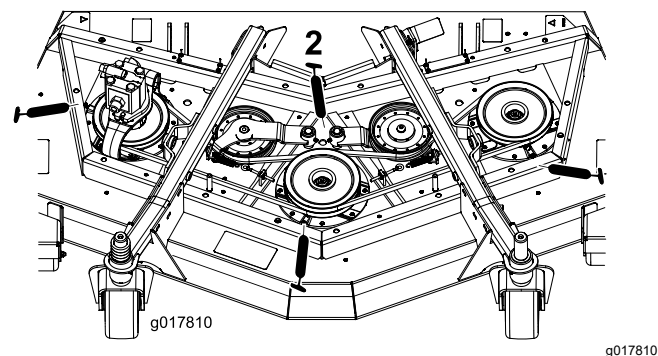

Figura 42
- 3 cuscinetti dell'asse del fusello – posizionati sotto la puleggia (Figura 42)
- 2 boccole orientabili del braccio di rinvio (Figura 42)